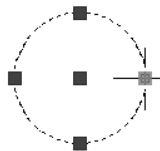

图 1-46 悬停夹点的颜色
(3) “悬停夹点颜色”下拉列表：设置光标在夹点上滚动时夹点显示的颜色，默认设置为绿色方框，如图 1-46 所示。